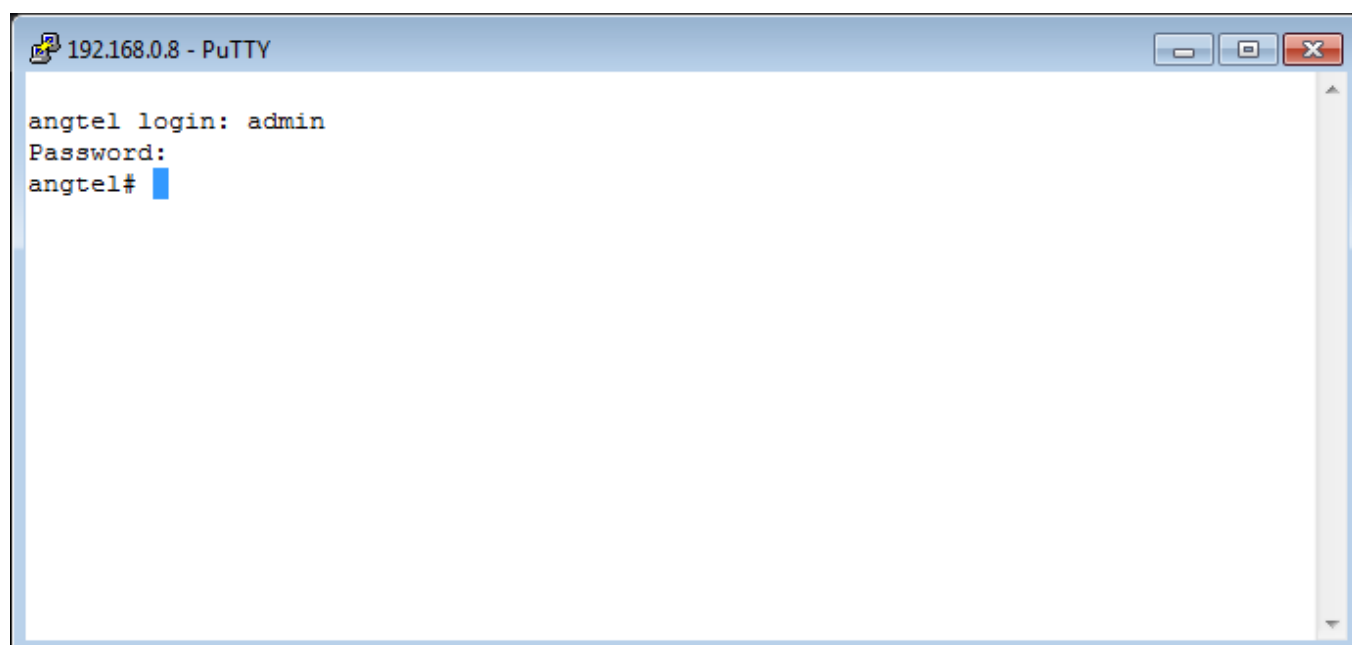

Рис. 4.1.1. Запрос пароля и логина
4. После установки связи будет запрошен логин и пароль, как показано на рис.4.1.1. По умолчанию: angtel login – **admin**; Password - **admin**. Данный пароль и логин справедлив и при консольном подключении.